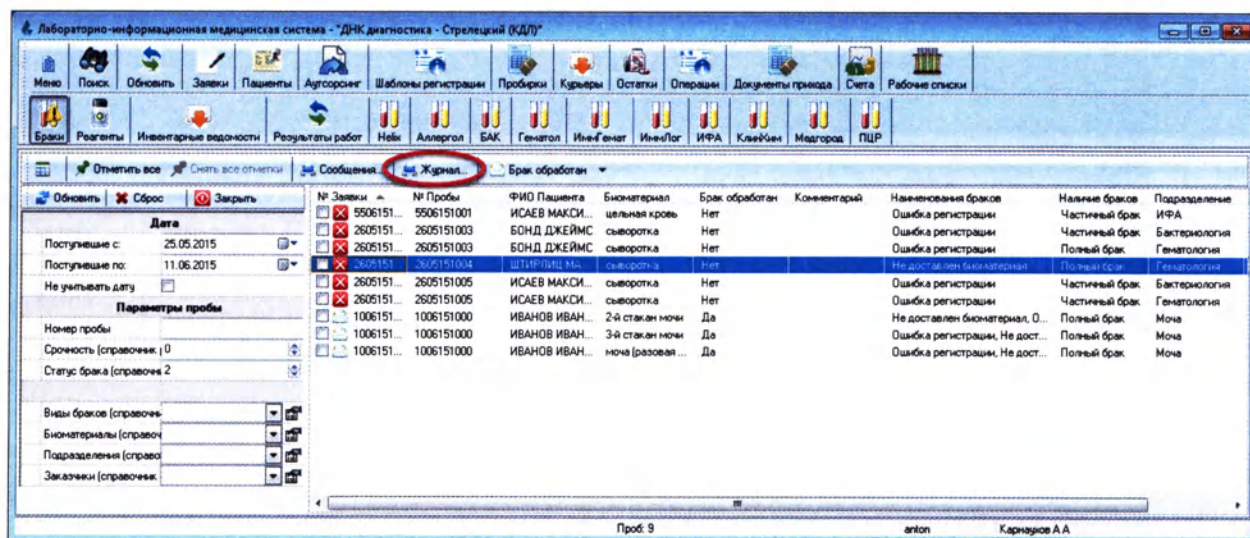

Рисунок 7.20
3. Нажмите кнопку **«Журнал»** (Рисунок 7.20):